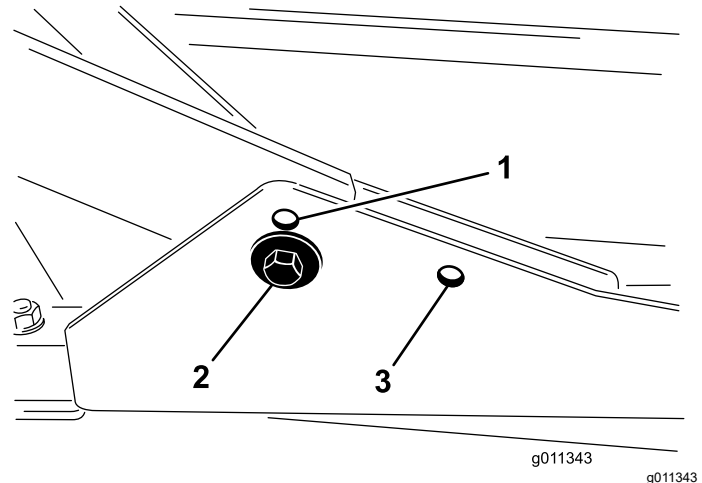

Figura 2
1. Para alturas de corte na gama de 2 a 7,6 cm, monte as estruturas de suporte frontais nos furos de montagem frontais inferiores (Figura 2).
2. Para alturas de corte na gama de 6,3 a 10 cm, monte as estruturas de suporte frontais nos furos de montagem frontais superiores (Figura 2).
Para todas as alturas de corte, monte a plataforma de corte traseira nos furos de montagem traseiros (Figura 2).